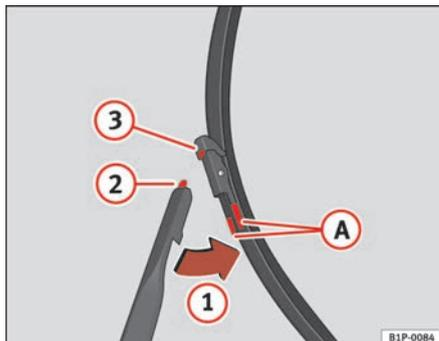

Fig. 148 Remplacement des balais d'essuie-glace avant
- Appuyez sur les touches latérales **A** et libérez le balai en le déplaçant dans le sens de la flèche **1** ⇒ fig. 148.
- Introduisez la languette **2** dans le logement **3** du balai ⇒ fig. 148.
- Déplacez le balai vers le bras dans le sens contraire à celui de la flèche **1**, jusqu'à entendre un clic ⇒ fig. 148.